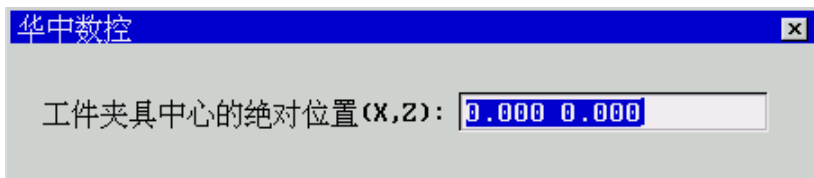

图 8.2.6 输入夹具中心绝对位置
- (2) 按 **Enter** 键，弹出如图 8.2.6 所示对话框；